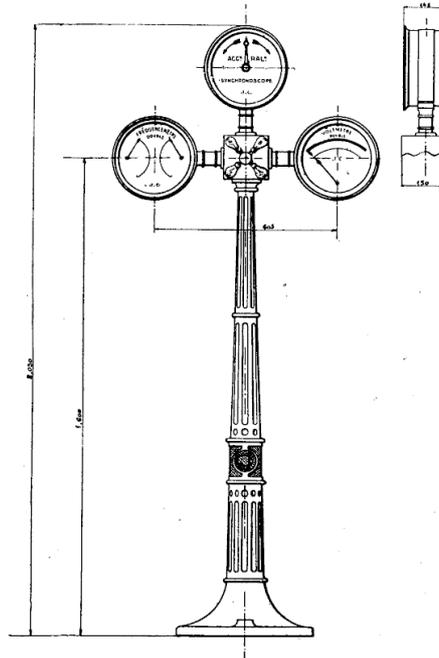

FIG. 79.
- Grande colonne** pour 3 appareils de 250  $\frac{m}{m}$ , hauteur 1 m. 80 (fig. 79) .... 400. »